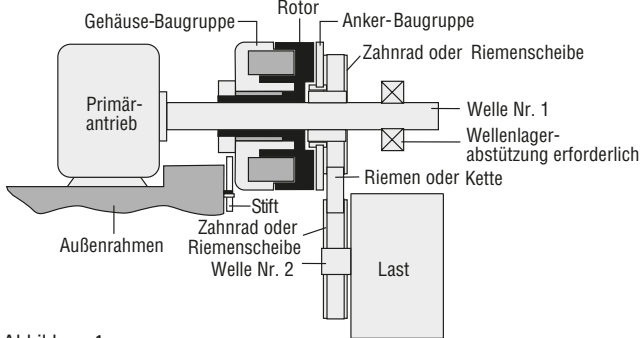

Abbildung 1
**Abbildung 1** - Dienen zur Kopplung von zwei parallelen Wellen. Der Rotor und die Ankerbaugruppe sind auf derselben Welle montiert. Der Anker ist lagermontiert und unabhängig von der Welle frei drehbar. Auf die gerändelte Nabe kann ein Zahnrad oder eine Riemenscheibe auf der Ankerbaugruppe aufgepresst werden, das bzw. die die parallele Welle antreibt. Die Gehäusebaugruppe ist lagermontiert und verfügt über einen Verdrehsicherungsstift.